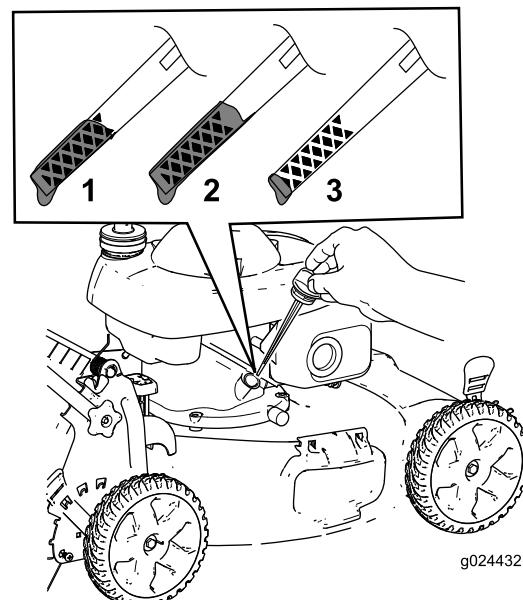

Figure 23
3. Tournez le bouchon dans le sens antihoraire et sortez la jauge (Figure 23).
- Inclinez la machine sur le côté (filtre à air en haut) pour vidanger l'huile usagée par le tube de remplissage (Figure 23).
- Vérifiez le niveau d'huile indiqué par la jauge (Figure 23).